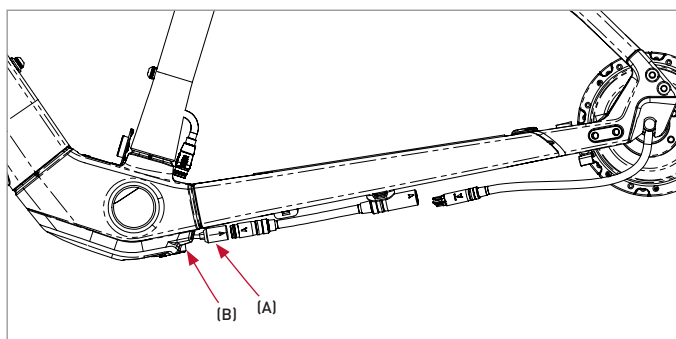

Figure 10
1. Débranchez le câble d'alimentation de la batterie (B) de la prise avant du câble du moteur du cadre (A) (figure 10).